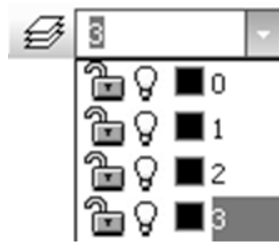

Рис. 53. Активизация слоя *Контур*
14. Сделайте активный третий слой (*Контур*) (рис. 53).